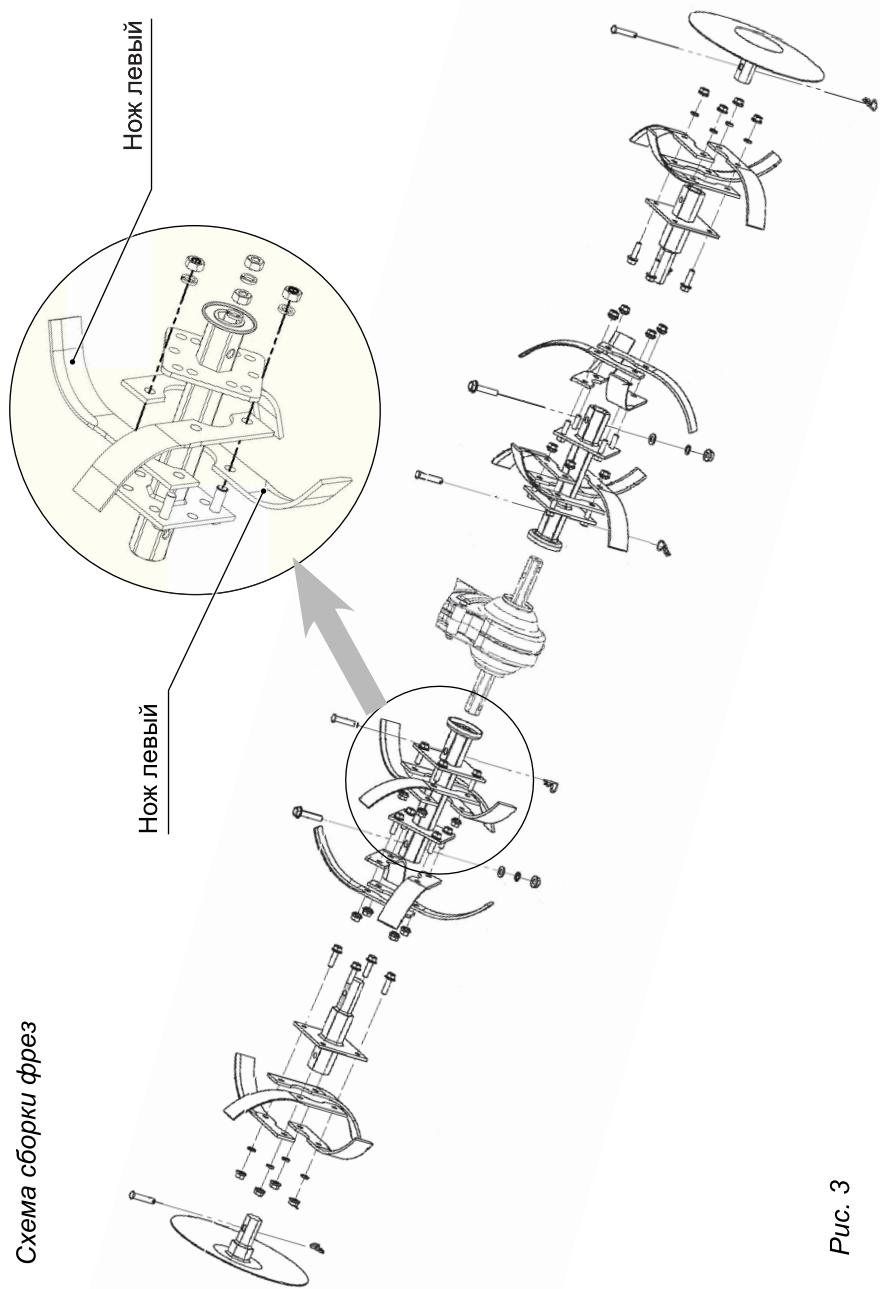

Рис. 3
1. Установите колеса (рис. 3) или фрезы на оси редуктора, зафиксируйте из стопорными пальцами, пальцы зафиксируйте шплинтами (рис. 1 п. 19).